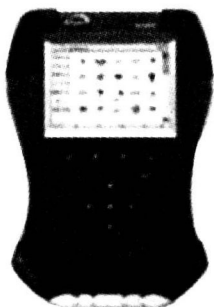

图 1-1 KT600 故障诊断仪
2) 用故障诊断仪（见图 1-1）读取发动机故障码及相关数据流，并将故障码填入表 1-2 中。